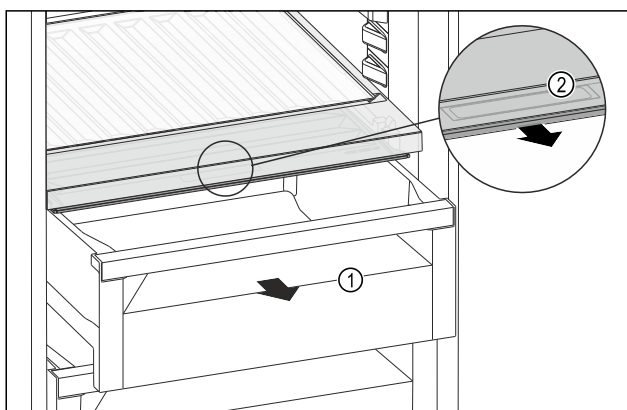

Fig. 156
- Húzza ki a fiókot Fig. 156 (1).
- Fogja meg a sülyesztett fogantyút Fig. 156 (2) a rekeszfedélen, és ezzel egy időben húzza előre felé a rekeszfedelet.